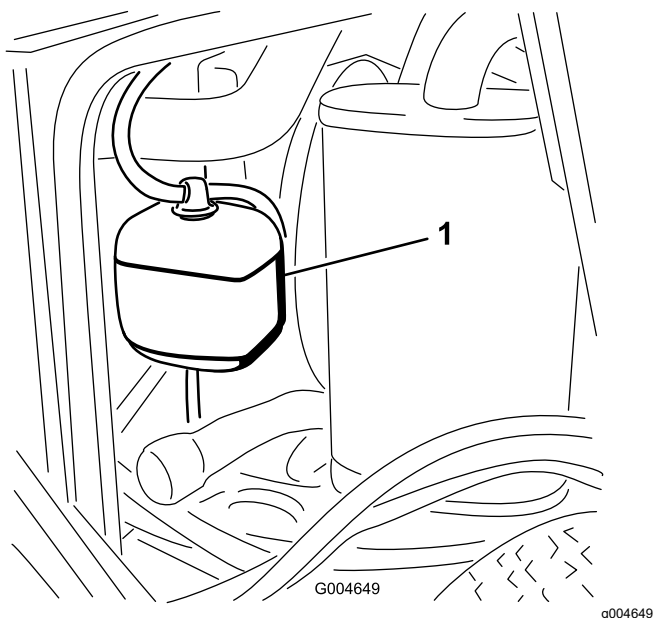

Рисунок 44
1. Проверьте уровень охлаждающей жидкости в расширительном бачке (Рисунок 44).